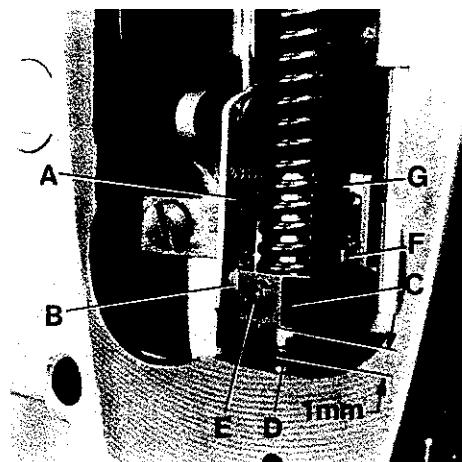

Fig.44
With needle bar at bottom of stroke and presser foot resting squarely on throat plate, there should be a minimum clearance of 0.5 mm (.020 in.) between slot end of link (A, Fig. 44 and 44A) and shank screw (B) in presser bar connection and guide (C) when the foot lifter lever is released. At this time, there should also be at least 1 mm (.040 in.) clearance between bottom of presser bar connection and guide (C, Fig. 44) and top of presser bar bushing (D).
Bei am unteren Hubende stehender Nadelstange und direkt auf der Stichplatte aufliegendem Drückerfuß, soll zwischen dem Schlitzende des Gelenks (A, Fig. 44 und 44A) und der Zapfenschraube (B) und Führung (C) ein Mindestabstand von 0,5 mm sein, wenn der Fußlifterhebel losgelassen ist. Gleichzeitig muß zwischen der Unterseite der Drückerstangen-Verbindung und Führung (C, Fig. 44) und der Oberseite der Drückerstangenbuchse (D) ein Abstand von mindestens 1 mm sein.
With the presser foot resting squarely on throat plate loosen set screw (E, Figs. 44 and 44A) in presser bar connection and guide (C) and nut (F) and adjust long stop screw (G) against the bed casting to ensure the described clearances. Retighten set screw (E) and nut (F).
Bei direkt auf der Stichplatte aufliegendem Drückerfuß lösen Sie den Gewindestift (E, Fig. 44 und 44A) in der Drückerstangenführung (C) und die Mutter (F) und stellen die lange Anschlagsschraube (G) gegen den Gehäuseguß um die beschriebenen Abstände zu erhalten. Ziehen Sie den Gewindestift (E) und die Mutter (F) wieder an.